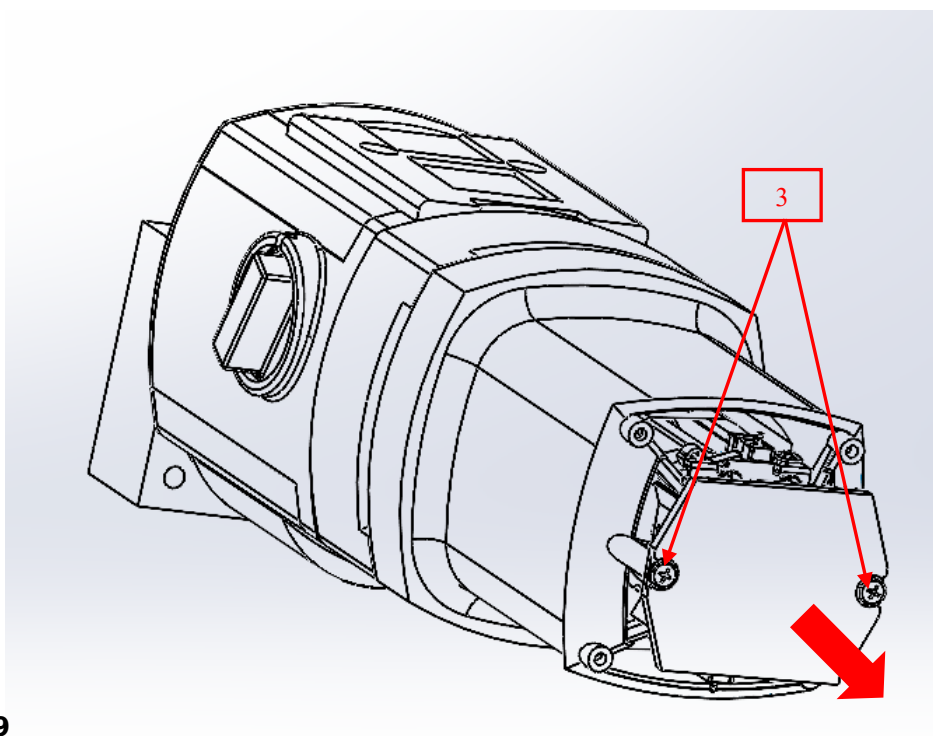

Рисунок 5.9
5.2.3 Выверните два винта, как показано на рисунке 5.9 – позиция 3 и вытяните плату двигателя в направлении стрелки (Рис. 5.9);